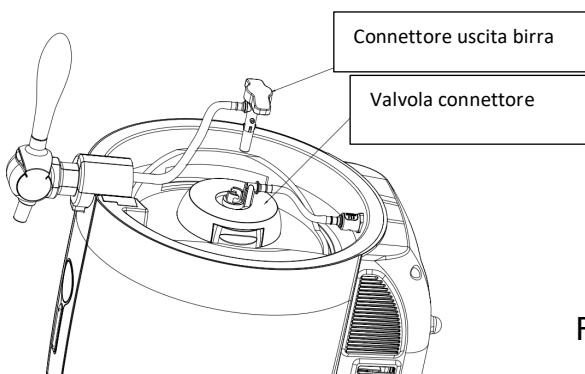

FIGURA 9
11. Inserire il gruppo del connettore rapido dell'uscita della birra all'estremità del tubo della birra sul gruppo del rubinetto rivolto verso il foro della presa di metallo, al centro del gruppo della valvola e ruotarlo in senso orario per inserirlo nella presa (come mostrato nella Figura 9).